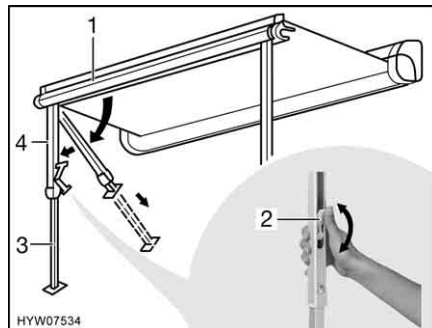

Fig. 30 Installazione dei montanti di supporto
- Estrarre i montanti di supporto (Fig. 30,4) dal listello anteriore (Fig. 30,1) ribaltandoli e montarli.
- Aprire il bloccaggio sui montanti di supporto. A tal fine ripiegare la leva di serraggio (Fig. 30,2) verso l'alto.
- Estrarre la parte inferiore dei montanti di supporto (Fig. 30,3) fino alla lunghezza desiderata.